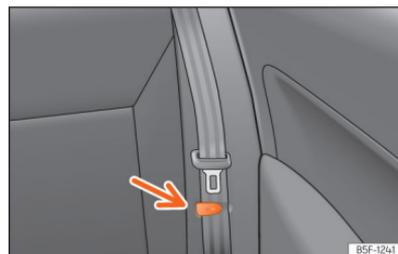

Abb. 92 Rücksitz: Bügel zum Halten des Sicherheitsgurtes.
- Befestigen Sie die seitlichen Sicherheitsgurte am Halter der Verkleidung »» (Abb. 92).